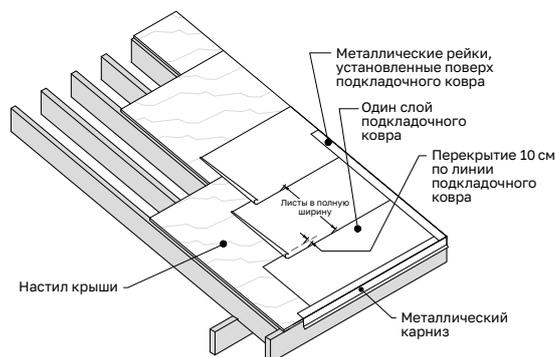

Рис.3. Монтаж RUFLEX Synthetic Plus при уклоне крыши 1:3 и больше в теплом климате
- Следующие слои укладывайте с нахлестом 100 мм. (Рис. 3)